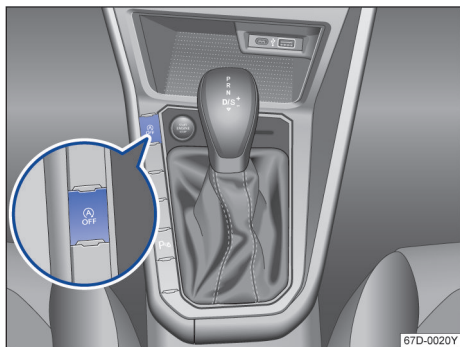

图 91 启停系统按钮
- 按两次按钮  → 图 91。
- 按下按钮  → 图 91。